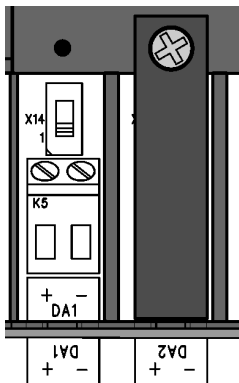

Abb. 12
2. Schließen Sie das nachgeschaltete Gerät an die entsprechenden Digitalausgänge (Klemmen DA1 und DA2) des DL230 an (s. Abb. 12).